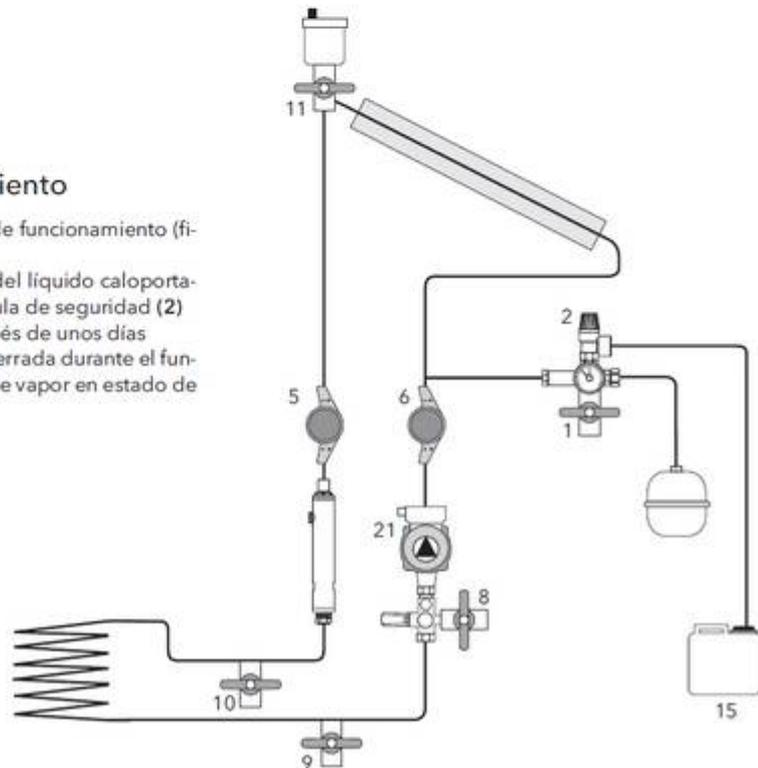

Figura 17 Estado de funcionamiento
- Posición de las llaves durante el de funcionamiento (figura 17)
- Colocar el recipiente vacío (15) del líquido caloportador debajo de la salida de la válvula de seguridad (2)
- Cerrar la llave de paso (11) después de unos días
- La llave de paso (11) debe estar cerrada durante el funcionamiento para evitar la salida de vapor en estado de inactividad de la instalación.